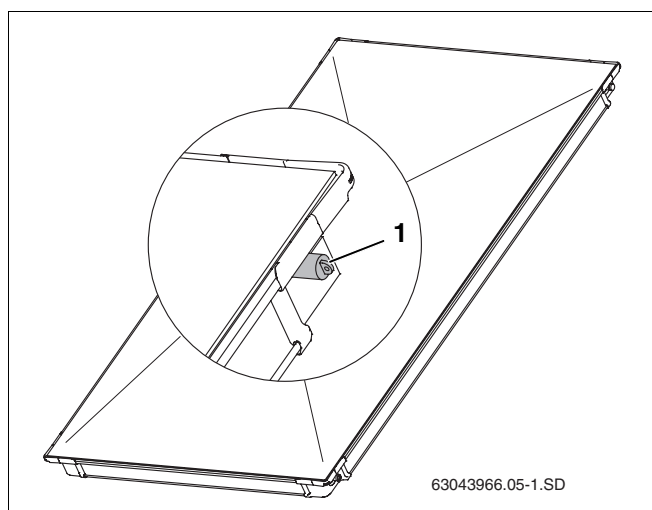

Fig. 6 Tapas de goma en las conexiones del colector
- ▶ Retire las tapas de goma (fig. 6, pos. 1) justo antes de realizar el montaje.